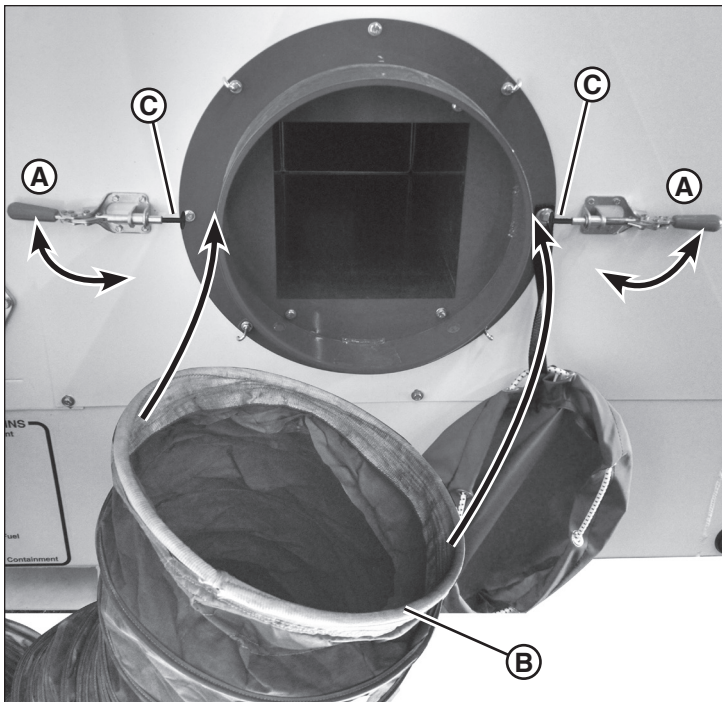

Figure 16
- Ouvrir les pinces (A, Figure 16, pas tous les modèles) en déplaçant les leviers de la pince vers l'extérieur loin du conduit de l'appareil de chauffage.
- Installer le poignet de la conduite flexible (B, Figure 16) par-dessus le conduit de l'appareil de chauffage. Fixer avec les pinces (si équipé). Ajuster les tampons filetés des pinces (C) pour s'assurer que la conduite est bien fixée au conduit de chauffage.